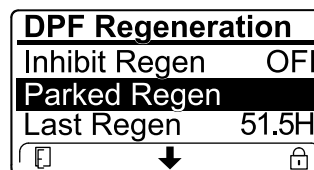

Рисунок 49
- Если компьютер двигателя запрашивает или выполняет восстановительную регенерацию, а вы перейдете вниз к опции PARKED REGEN (СТАЦИОНАРНАЯ РЕГЕНЕРАЦИЯ), стационарная регенерация будет заблокирована и в нижнем правом углу дисплея инфо-центра появится значок «Замок» (Рисунок 49).